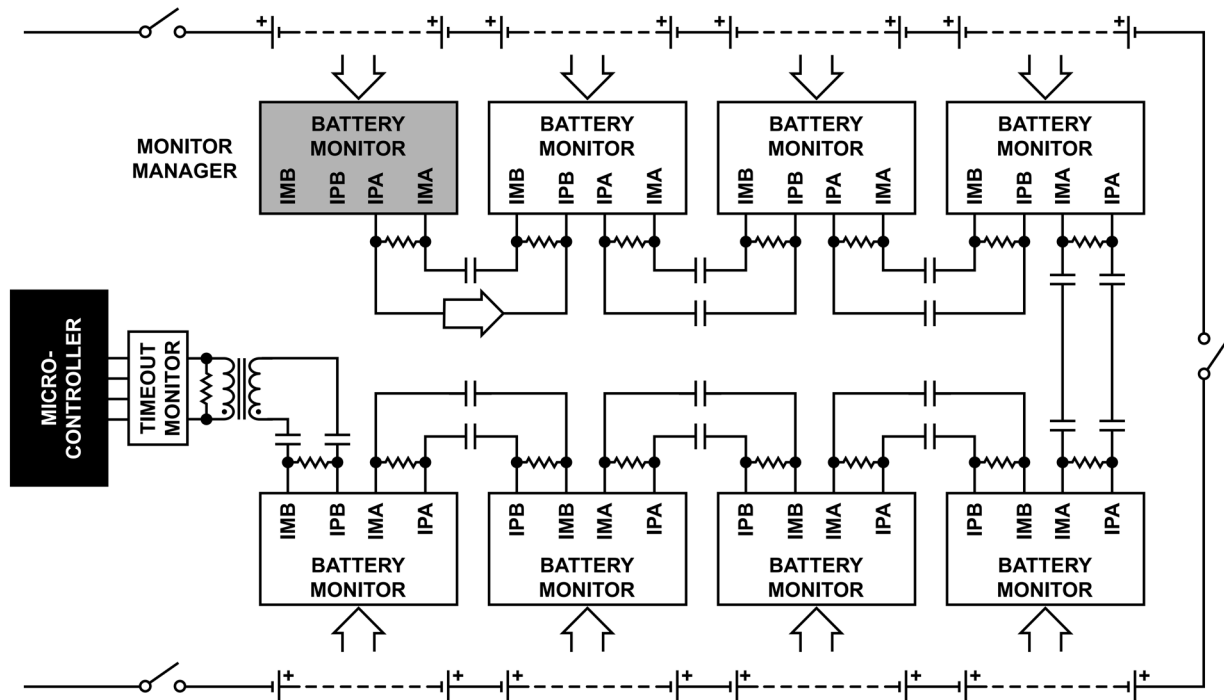

図 19. 基本的な LPCM システムの構成
図 19 に示すように、LPCM チェーンはモニタ・マネージャ (MM)、1 個以上のモニタ、タイムアウト・モニタ (TM) で構成されます。ADBMS6830B はこれらの機能のどれにでも設定できますが、多くのシステムでは、ADBMS6821 (シングル) または ADBMS6822 (デュアル) isoSPI トランシーバーがタイムアウト・モニタとして使用されています。